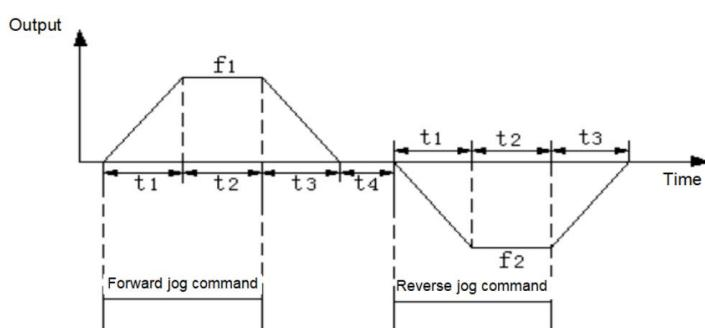

Figura 01-3 Diagrama de funcionamiento de jog
01.09~01.12 define los parámetros relevantes durante la operación jog. Como se muestra en la Figura 01-3, t1 y t3 son el tiempo real de aceleración y desaceleración del jog; t2 es el tiempo de jogging; f1 es la frecuencia de operación de avance lento (01.09); f2 es la frecuencia de operación de jog inverso (01.10). Se determina el tiempo de aceleración del jog real t1 según la siguiente fórmula: